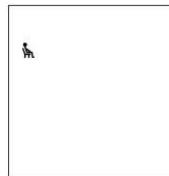

Abb. 6: Start-Bildschirm
- ⇒ Das Blutdruckmessgerät schaltet sich automatisch ein, macht einen Display-Test und zeigt den Start-Bildschirm an. (siehe Abb. 5 und Abb. 6).
⇒ Das Display zeigt den Start-Bildschirm an (siehe Abb. 6).
⇒ Das Display zeigt den Start-Bildschirm an (Abb. 6).
Warten Sie ab, bis der Start-Bildschirm (Abb. 6) angezeigt wird, bevor Sie eine weitere Messung starten.